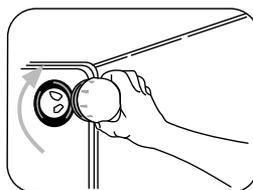

Figura 35
- Ubique nuevamente el vidrio que cubre la lámpara girando en el sentido de las manecillas del reloj. Figura 35.